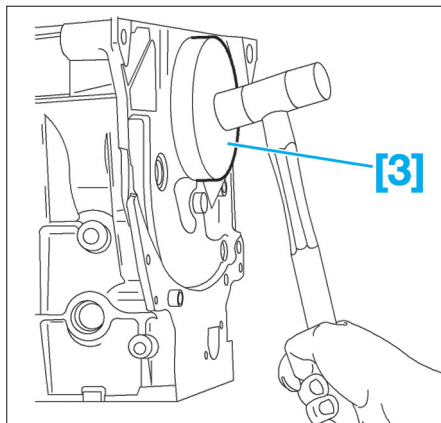

FIG. 51
- Remonter la bague d'étanchéité avec un mandrin [3] de diamètre approprié (Fig.51).